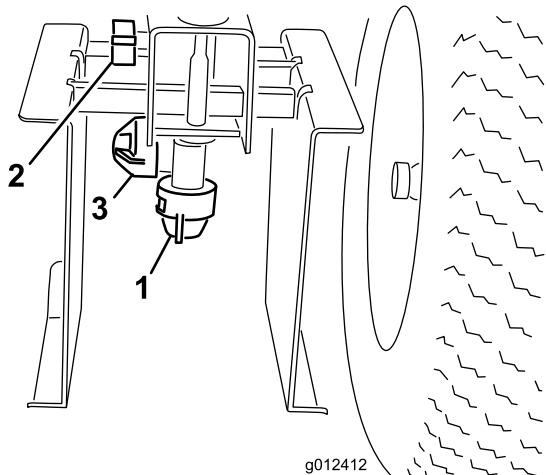

Figura 24
- Afloje el tornillo que sujeta el tubo de la boquilla de pintura al brazo (Figura 24).